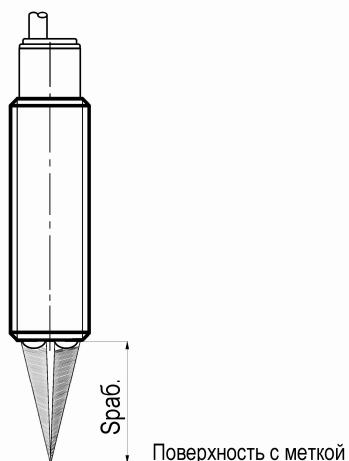

Рисунок 2
- Установить датчик так, чтобы оптическая ось датчика была перпендикулярна поверхности с контролируемыми метками. При этом расстояние S между плоской частью чувствительной поверхности датчика и поверхностью с метками (рис.2) должно быть в диапазоне Sраб.